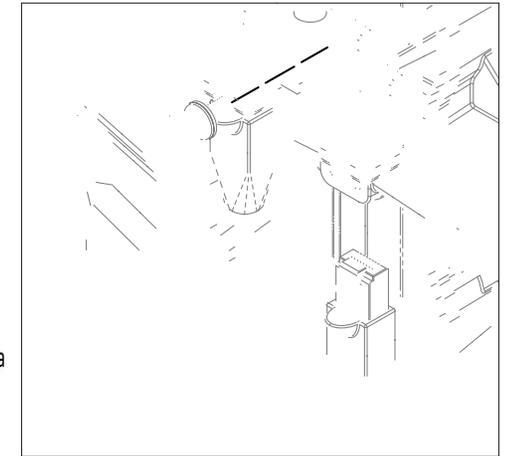

Figura 4 - Instalación de los cables
1. Asegure la terminal de tierra con un tornillo M5 (#10) (suministrado como se instala con la unidad). Aplique un par de apriete de 1 Nm (8,8 in-lbf)  $\pm 10\%$  (véase la figura 4).